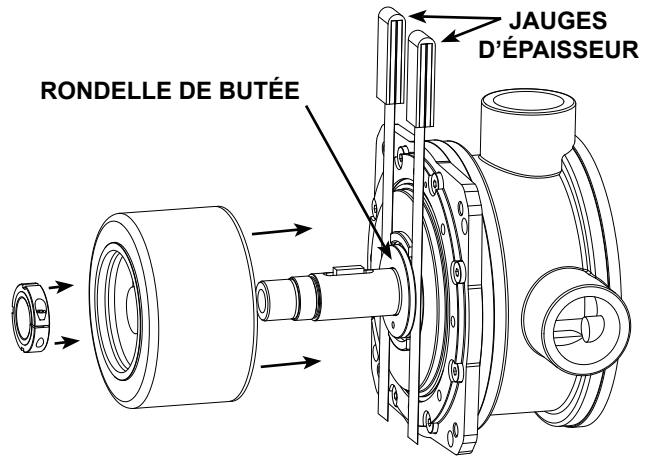

FIGURE 12
7. Placer deux jauges d'épaisseur (0,002"), une de chaque côté, entre la bague de bride d'adaptation et la rondelle de butée de l'aimant intérieur. Voir **Figure 12**. Ceci établit le jeu correct pour les rondelles de butée. Serrer l'écrou-frein jusqu'à ce que les jauges d'épaisseur soient coincées mais faciles à enlever. Ne pas encore enlever les jauges d'épaisseur.